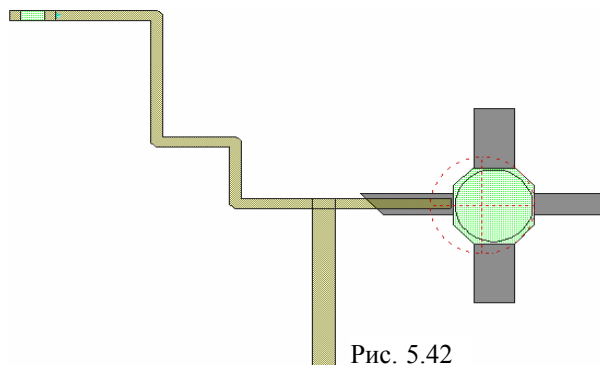

Рис. 5.42
3. Щёлкните мышкой по значку **Snap to fit**  на панели инструментов. Результат показан на рис. 5.42.